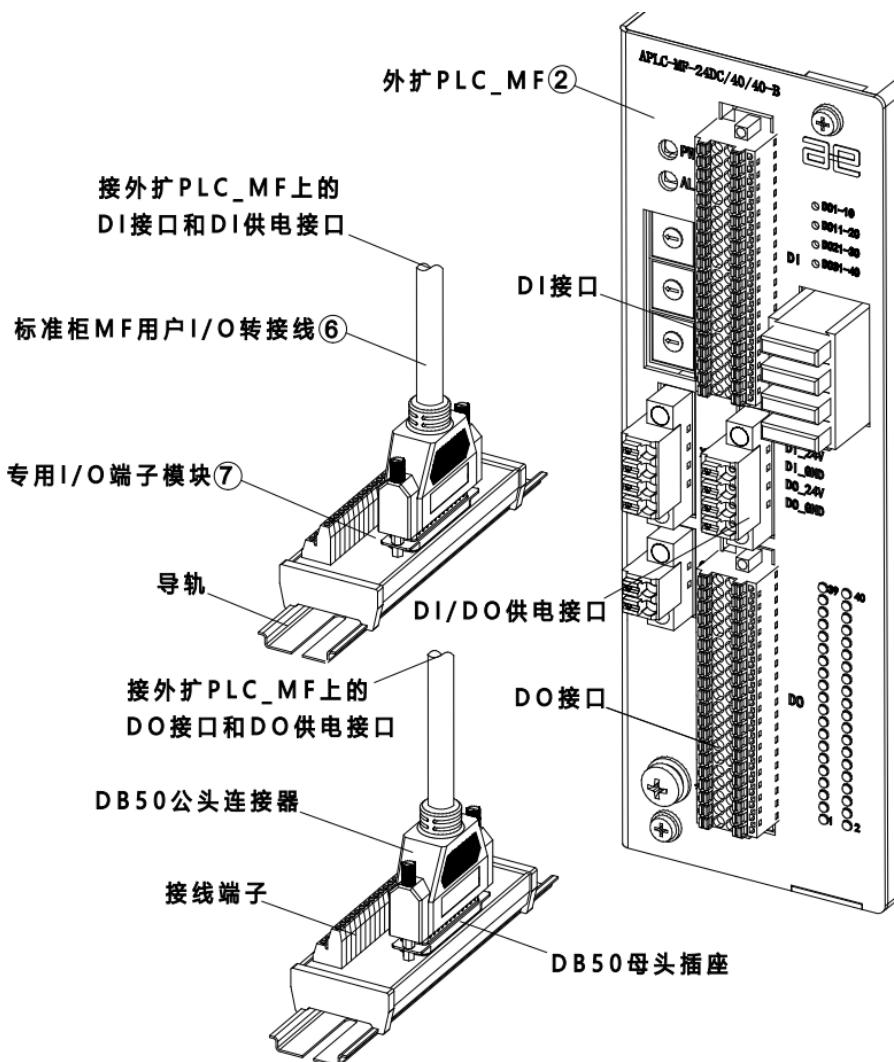

图 20-2 连接用户 I/O 端子示意图
步骤3. 将两根⑥ 标准柜 MF 用户 I/O 转接线的一端分别接在② 外扩 PLC_MF 上的 DI 接口和 DO 接口上，另一端接在⑦ 用户 I/O 端子模块上，参考图 20-2。PLC_MF 波特率设置参考表 19-14。